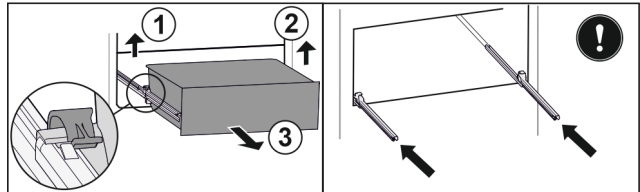

Fig. 38*
- ▶ Linke Klemme anheben und gleichzeitig das Schubfach links nach vorne ziehen Fig. 38 (1).*
- ▶ Rechte Klemme anheben und gleichzeitig das Schubfach rechts nach vorne ziehen Fig. 38 (2).*
- ▶ Schubfach nach vorne entnehmen Fig. 38 (3).*